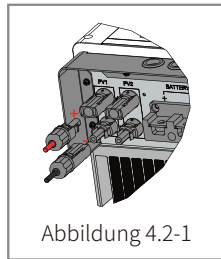

Abbildung 4.2-1
- **Batterieanschluss:** Überprüfen Sie die Verbindung zwischen dem EM-Wechselrichter und der Batterie: Die Polaritäten (+/-) dürfen nicht vertauscht werden (siehe Abbildung 4.2-1).